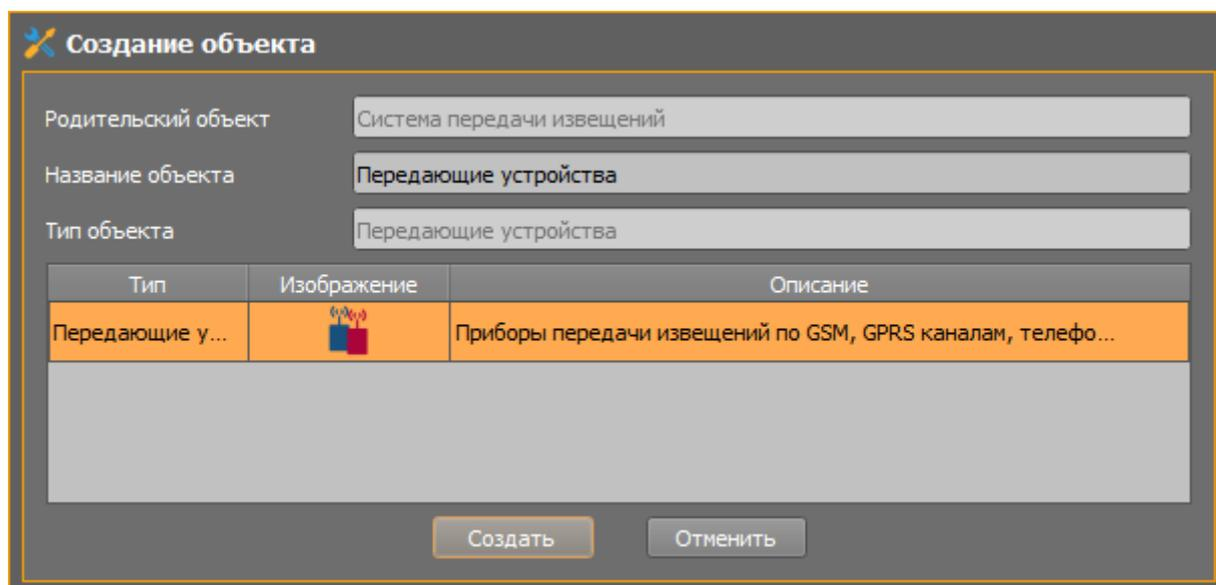

Рисунок 4.18. Добавление передающих устройств к системе передачи извещений
1. В созданном по умолчанию логическом элементе «Система передачи извещений» через контекстное меню создайте элемент: «Передающие устройства» (ПОО) (Рисунок 4.18).